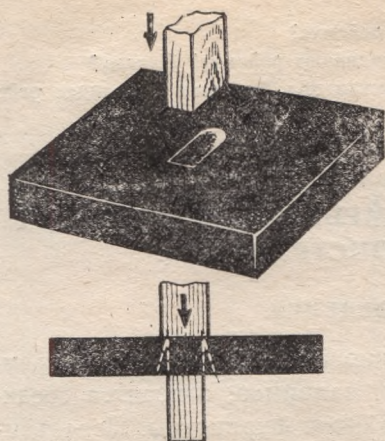

Рис. 28. Пробивка брусочков через калибровочное отверстие.
8. Изготовить брусочки и пробить их через калибровочное отверстие (рис. 28).